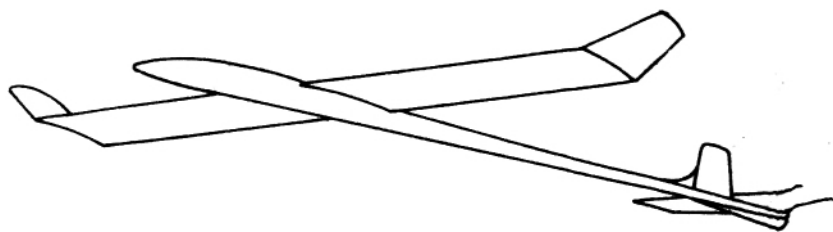

图 1-3 牵引模型滑翔机
(3) 牵引模型滑翔机——依靠人的牵引力，把模型牵引上天，然后脱钩，模型进入自由滑翔飞行。如图 1-3。